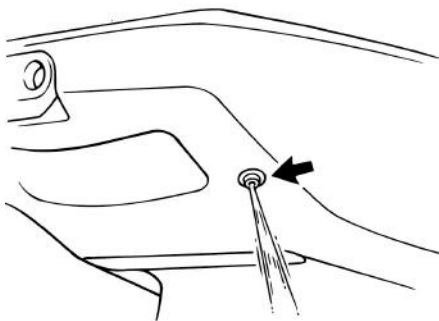

Рис. 36 Выход воды
1. После запуска двигателя проверьте выход воды из системы охлаждения двигателя. Вода должна течь постоянно (Рис. 36).